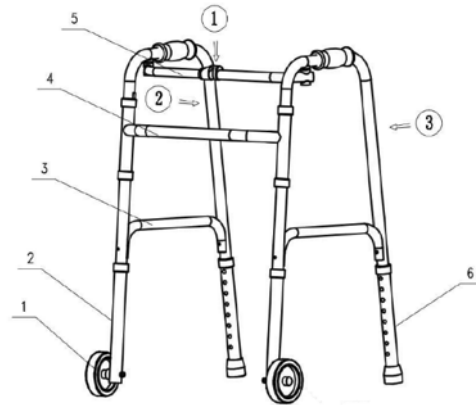

fig. 2
Étape 2 : pour fermer le cadre, appuyez sur le bouton ① comme en fig. 2, puis pliez la partie de gauche et de droite du cadre (voir ② et ③).